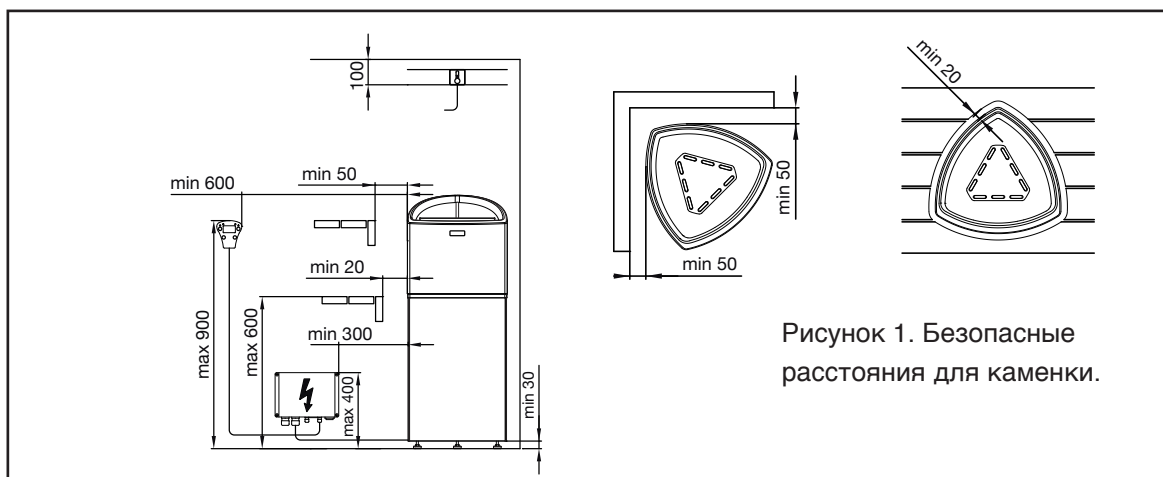

Рисунок 1. Безопасные расстояния для каменки.
\*\*) См. рис.1
- Установите датчик температуры над каменкой, на стене, на расстоянии 100 мм от потолка (см. рисунок 1)
- В сауне максимальная высота установки пульта управления – 90 см, а минимальная – 60 см на боку каменки (см. рисунок 1).